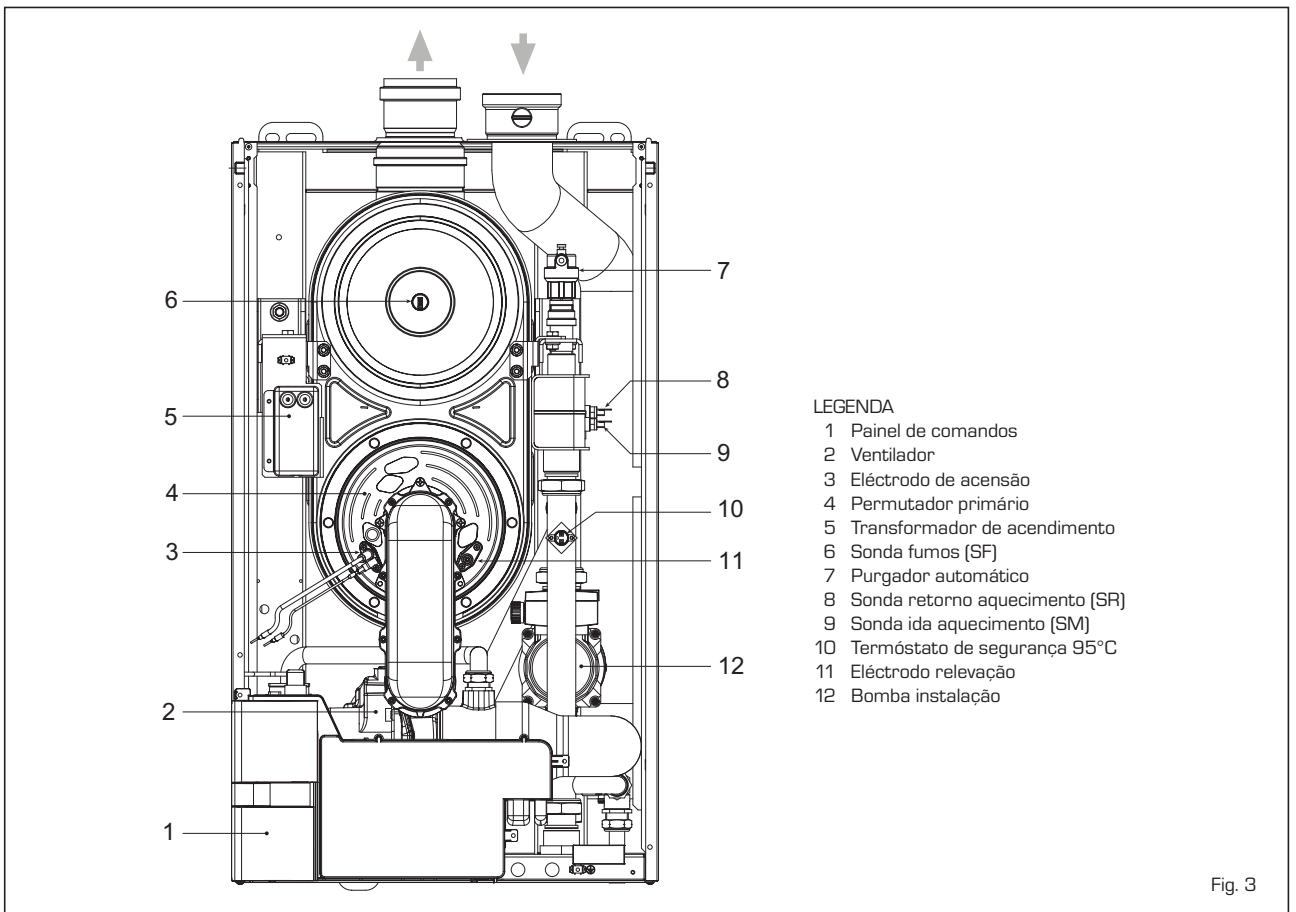

Fig. 3
1.5 COMPONENTES PRINCIPAIS (fig. 3)